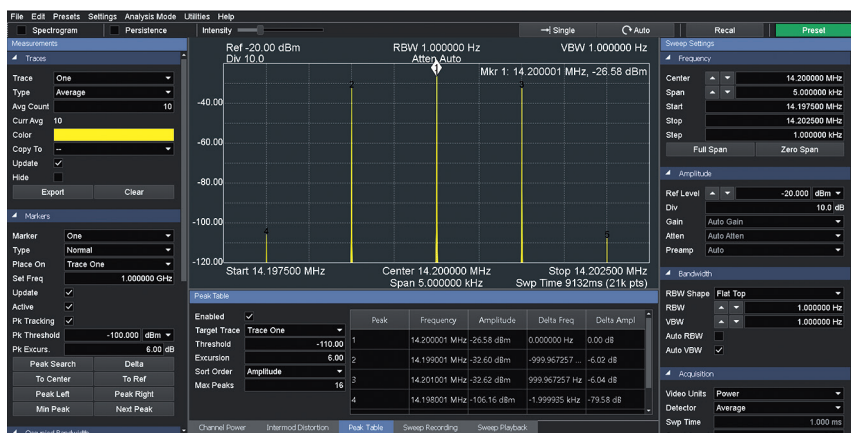

Figura 4 - Segnale a 14,2 MHz modulato al 100% in AM a 1 kHz
ove dBc(BL) è l'ampiezza in dB di una banda laterale rispetto alla portante e ^ indica l'elevazione a potenza. In Figura 4 dBc(BL) vale circa 6,03 dBc e applicando la formula sopra si ottiene M = 0,999. Se due bande laterali hanno delle minime differenze se ne prende il valore medio.